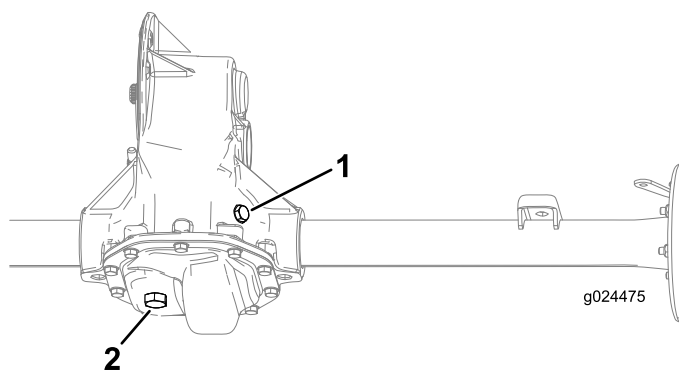

Figura 36
2. Togliete il tappo di riempimento sul transaxle (Figura 36).
3. Se il livello dell'olio è basso, toglie il tappo di riempimento e aggiungete l'olio specificato finché non fuoriesce (Figura 36).
1. Allineate una bacinella di spurgo sotto il tappo di spurgo (Figura 36).
2. Togliete il tappo di riempimento e la guarnizione (Figura 36).
3. Togliete il tappo di spurgo e la guarnizione per lasciare defluire completamente l'olio (Figura 36).